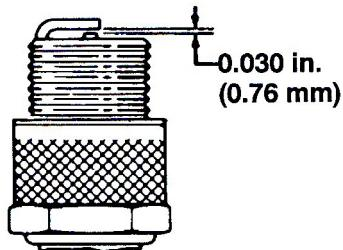

図 39
4. プラグの電極間のエアギャップを約0.76 mmに調整後(図39)、シリンダヘッドに取り付け、23 Nm(2.3 kg.m)でトルク締めする。トルクレンチがない場合は十分に締めつける。